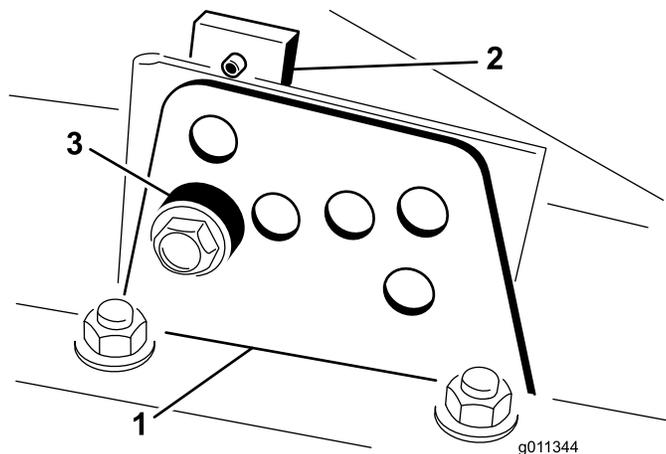

Figura 7
2. Allentate il bullone che fissa ogni staffa dell'altezza di taglio alla relativa piastra (lati anteriore e laterali) (Figura 7).
4. Supportate l'alloggiamento e togliete il distanziale (Figura 7).